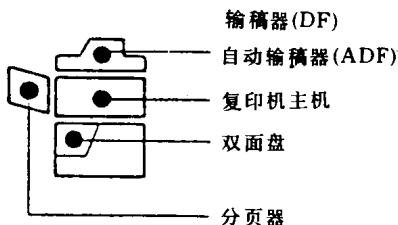

图 1-1-9 卡纸位置显示
(1) 卡纸位置显示器。卡纸显示有五个位置，如图 1-1-9 所示。